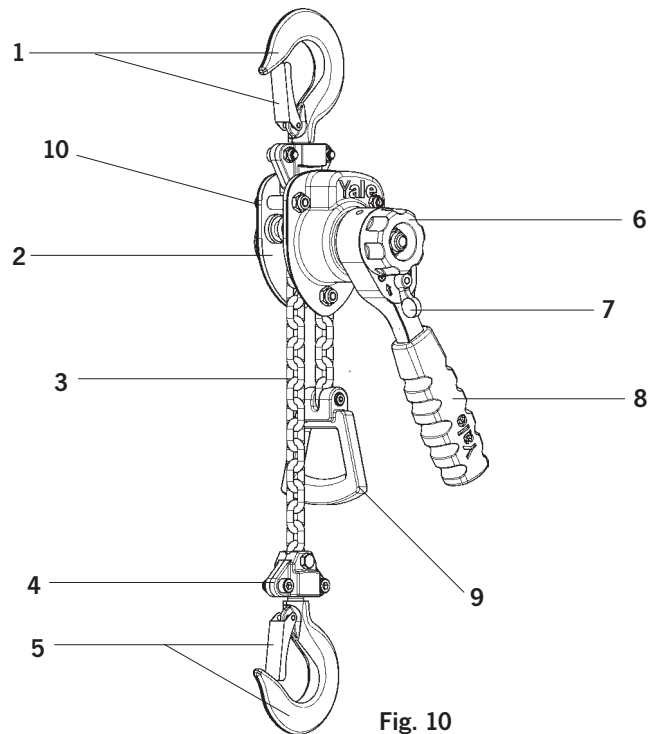

Fig. 10
Poner la manilla en la posición de punto neutro (Fig. 10). De esta manera la cadena podrá ser llevada a la posición adecuada en ambas direcciones. La carga mínima para el cierre automático del freno son aprox. 30 kg.
Poner la manilla en la posición subir '↑' (Fig. 10). Accionando la palanca se consigue elevar la carga. Si el trabajo se interrumpe mientras haya una carga elevada, la manilla debe permanecer en la posición subir '↑'. Nunca llevarla a la posición de punto neutro (centro) o a la posición para bajar '↓'. La carga siempre debe estar enganchada en el centro del gancho de carga, nunca se debe enganchar la carga en la punta de los ganchos de suspensión y/o de carga (Fig. 8).
- Het kettingeindstuk mag niet als bedrijfsmatige hijshoogtebegrenzing gebruikt (Fig. 10).